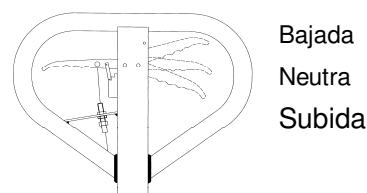

Fig. 10: Maneta
Si fuera necesario, usted podría ajustar la maneta de acuerdo a estos pasos (fig. 10):
- Si la horquilla no desciende cuando la maneta está en posición bajada, gire la tuerca de ajuste en sentido de las agujas del reloj hasta que descienda la horquilla. Luego compruebe la posición neutral de acuerdo a la fig. 10 y asegúrese que la tuerca de ajuste está bien colocada.